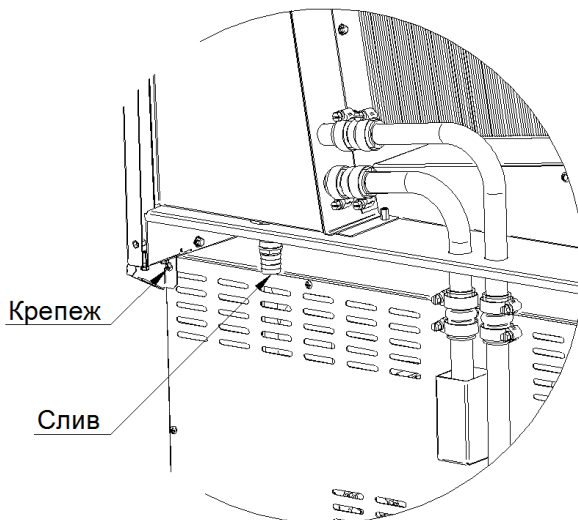

Рисунок 10
12. Зафиксировать зонт сзади крепежом печи в верхних углах конвекционной печи (см. Рисунок 10);
13. Подсоединить шланг для слива к патрубку слива зонта и стянуть хомутом 20-32 KOVOPOL из комплекта (см. Рисунок 10);